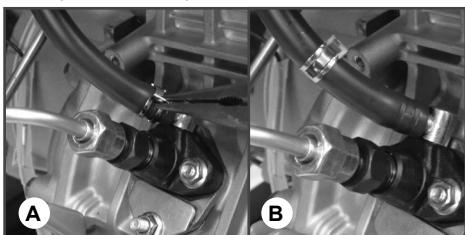

Рис. 9 Хомут топливного шланга
- Рычаг включения двигателя на панели рычагов (Рис.9) переведите вправо до щелчка (фиксации).
4. Рычаг включения двигателя на панели рычагов (Рис.9) переведите вправо до щелчка (фиксации в положении «Работа»).